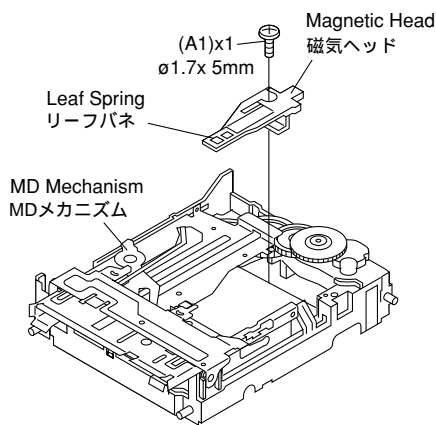

Fig. 7
**Removal of Magnetic Head (Fig. 7)**
磁気ヘッドの外し方 (Fig. 7参照)